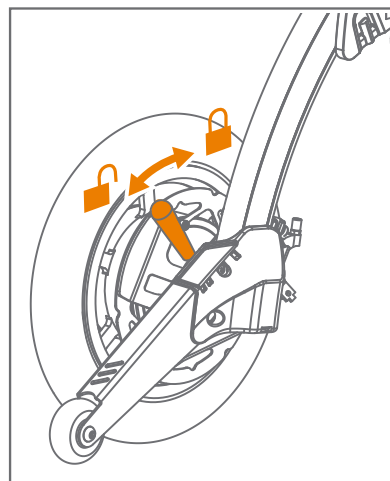

Abbildung 55: Um in den Freilaufmodus zu wechseln.
2. Bewegen Sie beide Hebel an der Rückseite des Rollators in die Rückwärtsposition (**Abbildung 55**).